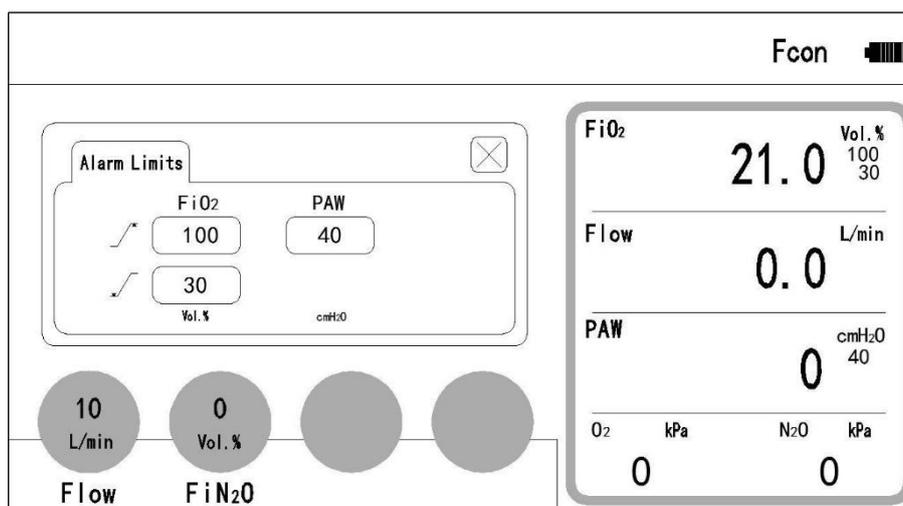

Рис. 22 Панель настройки сигнализации
- Нажмите клавишу «», панель перейдет в режим настройки сигнализации. Пожалуйста, обратитесь к Рис. 22.